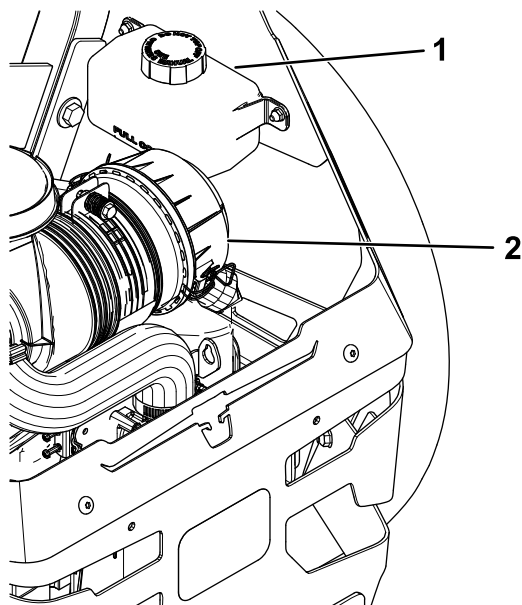

Figura 86
2. Compruebe el depósito de expansión y si es necesario, añada fluido hidráulico Toro® HYPR-OIL™ 500 hasta la línea FULL COLD (Figura 86).